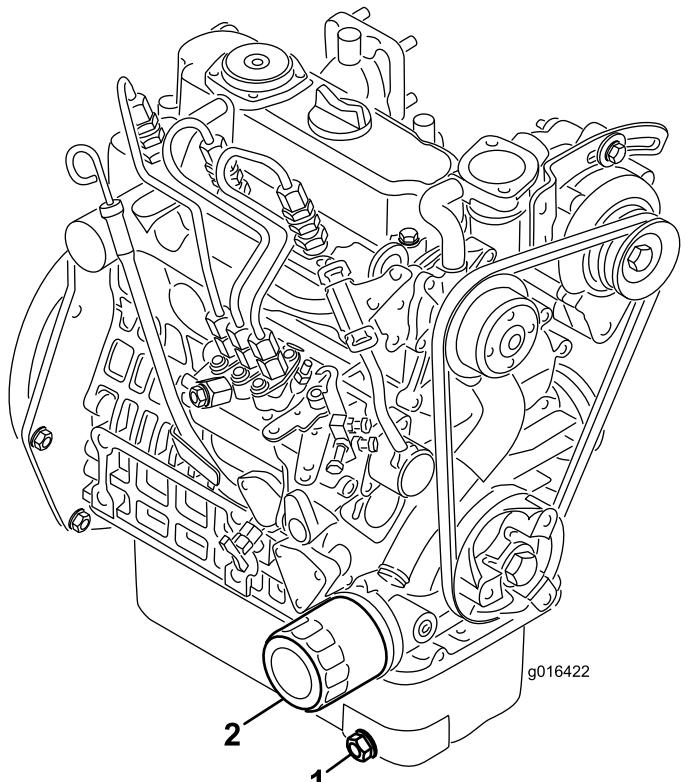

图39
1. 拆下排油塞 图39 让油流入放油盘。油不再流时安装排油塞。